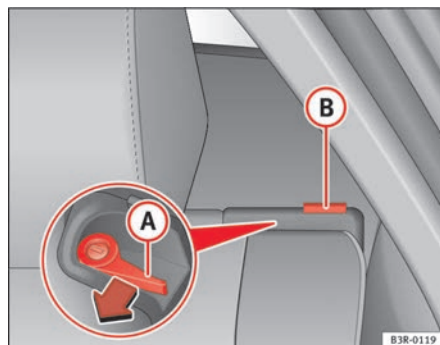

Fig. 118 Palanca de desbloqueo del respaldo
- Oprima la palanca de desbloqueo **A** ⇒ fig. 118 en la dirección de la flecha.